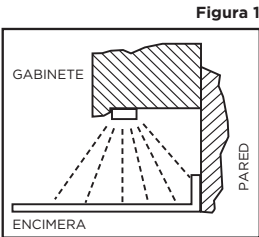

Figura 3
Paso 9: Inserte los tornillos. Use un destornillador de cabeza Phillips n.° 1 para atornillar cada uno de los tornillos en los orificios piloto, dejando que las cabezas de los tornillos sobresalgan 1/8" (3 mm), de la superficie (ver Figura 3).